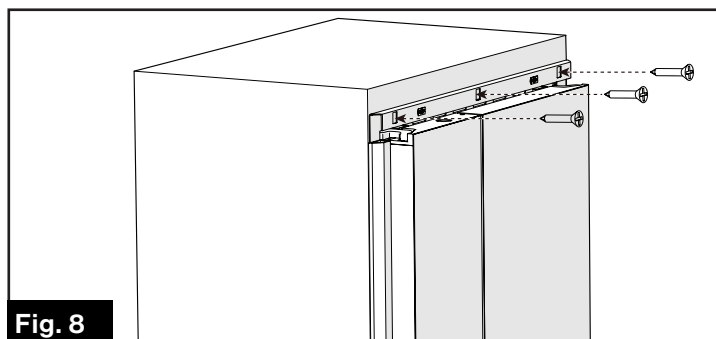
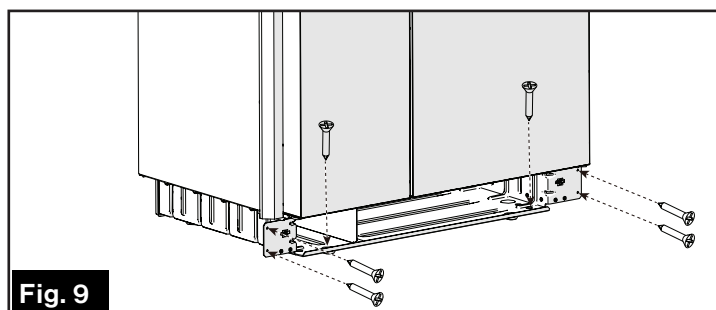

Fig. 8
Fig. 9
6. Fixez le réfrigérateur dans l'armoire à travers la bride de montage à l'aide de 5 vis autotaraudeuses. (Fig. 8 et Fig. 9)